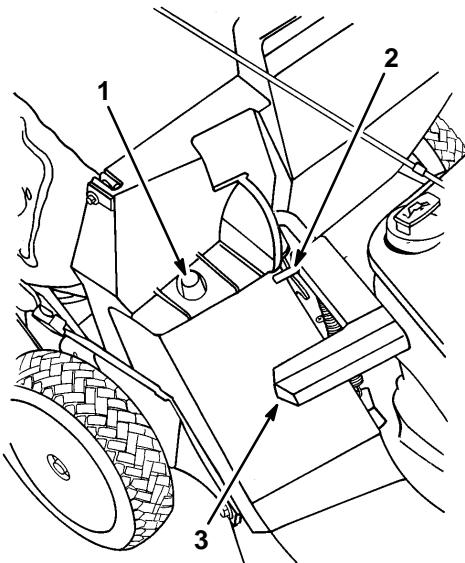

Figure 14
- Compruebe que el asa de la puerta de descarga está completamente hacia adelante y que el pasador hace contacto con el enganche (Fig. 14).
- INSTALACIÓN DEL SACO — Deslice el orificio del marco del saco sobre el poste de retención del canal de descarga (Fig. 14) y coloque la parte posterior del marco del saco sobre la barra de soporte.
5. VACIADO DEL SACO — Detenga el motor y espere a que todas las piezas móviles se detengan. Levante hacia arriba el asa de la puerta de descarga y muévala hacia adelante de forma que el pasador de traba haga contacto con el enganche (Fig. 14). Sujete las asas de la parte delantera y trasera del saco y despéguelo de la cortadora. Voltee el saco gradualmente hacia adelante para vaciarlo de recortes.